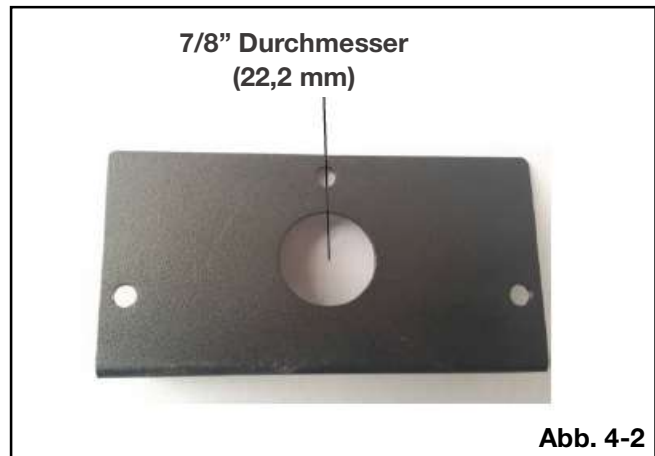

Abb. 4-2
- Stanzen Sie die 22,2-mm-Bohrung (7/8") in der neuen mitgelieferten Abdeckplatte aus (**Abb. 4-2**) und führen Sie einen Box-Stecker durch den Anschlusskasten. Befestigen Sie die Box-Steckerklemme an den Versorgungskabeln.